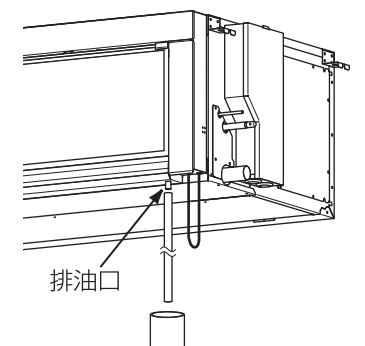

図7
- オイルミスト雰囲気でご使用の場合は、昇降フィルターボックスの排油口(Rc1/4)に排油配管(現地手配)を接続し、タンク等(現地手配)で捕集してください。(図7)